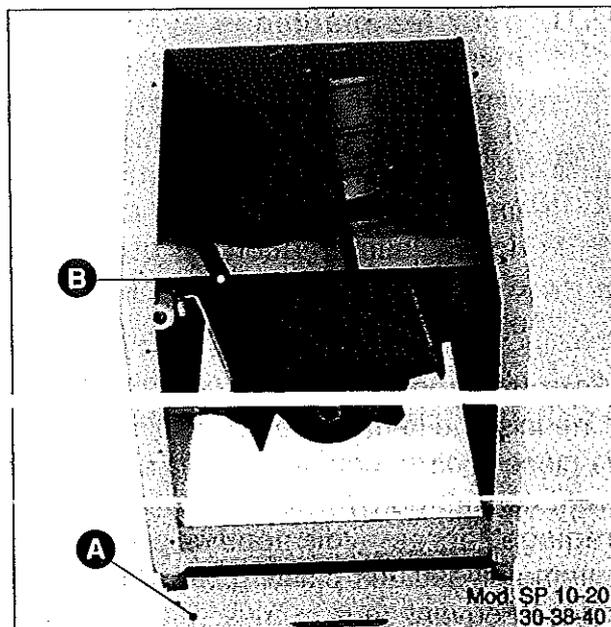
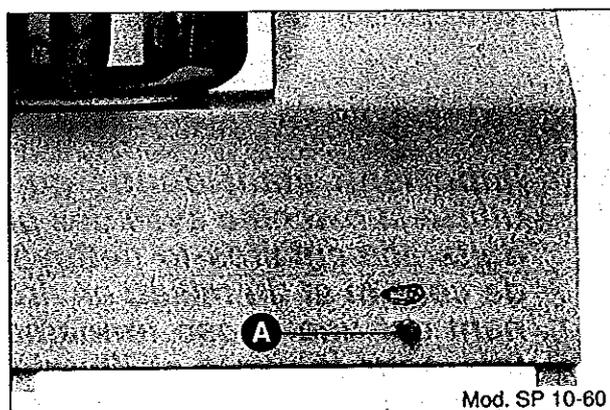
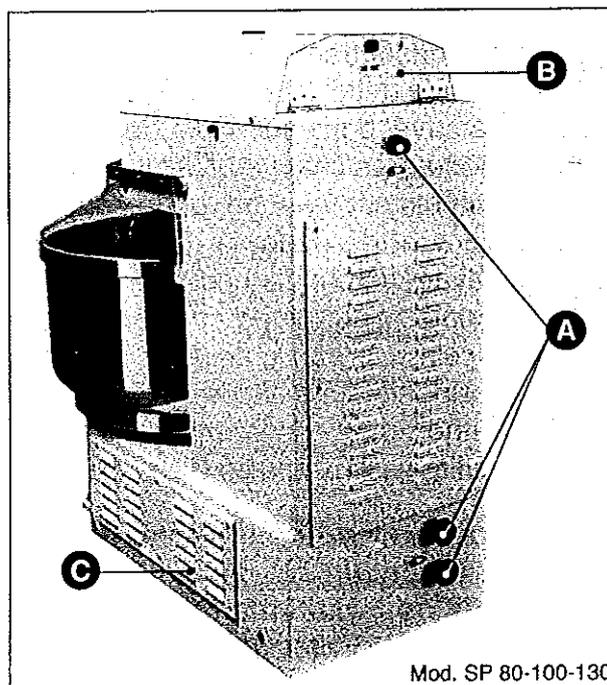

Fig. 21
Fig. 22
Fig. 23
- **Tension des courroies:** une fois par an, ou en cas de fonctionnement irrégulier de la machine (perte de tours) vérifier que les courroies de transmission ont une tension correcte. Pour cela, démonter le panneau postérieur de la machine (Fig. 19-20 **A**); pour les mod. SP 80-100-130 le panneau supérieur et latéral (Fig. 23 **B** et **C**); s'assurer que la courroie (Fig. 21 **B**) est suffisamment tendue, et si besoin est, visser la vis (Fig. 22 **A**) et les boutons (Fig. 23 **A**) indiqués par un symbole sans exagérer au niveau de la tension de la courroie; remonter enfin le panneau postérieur.